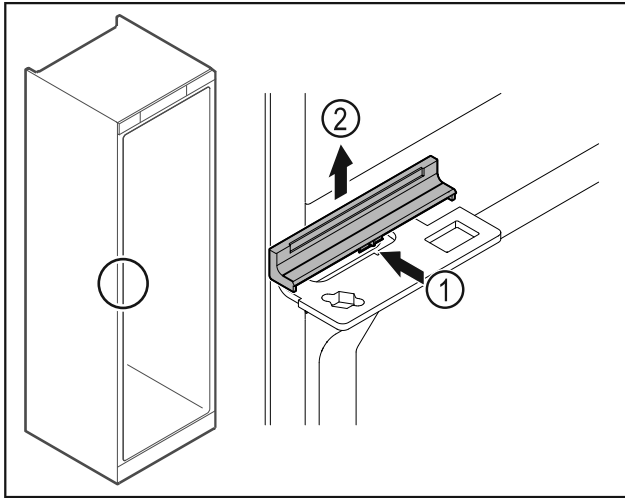

Fig. 46
- ▶ Кришку Fig. 46 (1) трохи натиснути в центрі та зняти рухом вгору Fig. 46 (2).